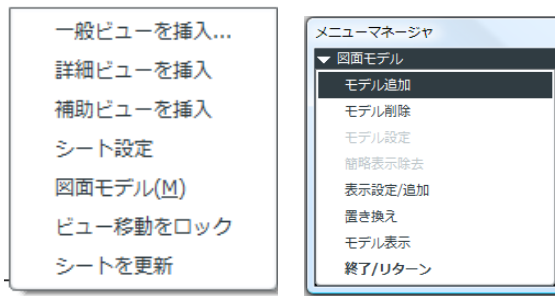

図 12-120 モデル追加
3) レイアウトモードにし、マウスを右クリックして、サブメニューより「図面モデル」をクリックすると図面モデルのメニューが現れて、「モデル追加」を選択する (図 12-120) に示すとファイルリストが現れる。リスト中より「VICE_BASE_SUBASSEMBLY」を選び、